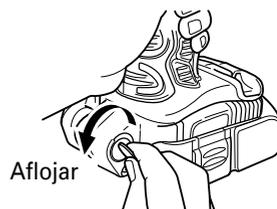

Fig. 6
- (a) Sujete firmemente la unidad principal y saque el tornillo usando un destornillador de cabeza ranurada o una moneda. (Fig. 6)
(c) Instale el gancho y el resorte en el otro lateral y asegure firmemente con el tornillo. (Fig. 6)